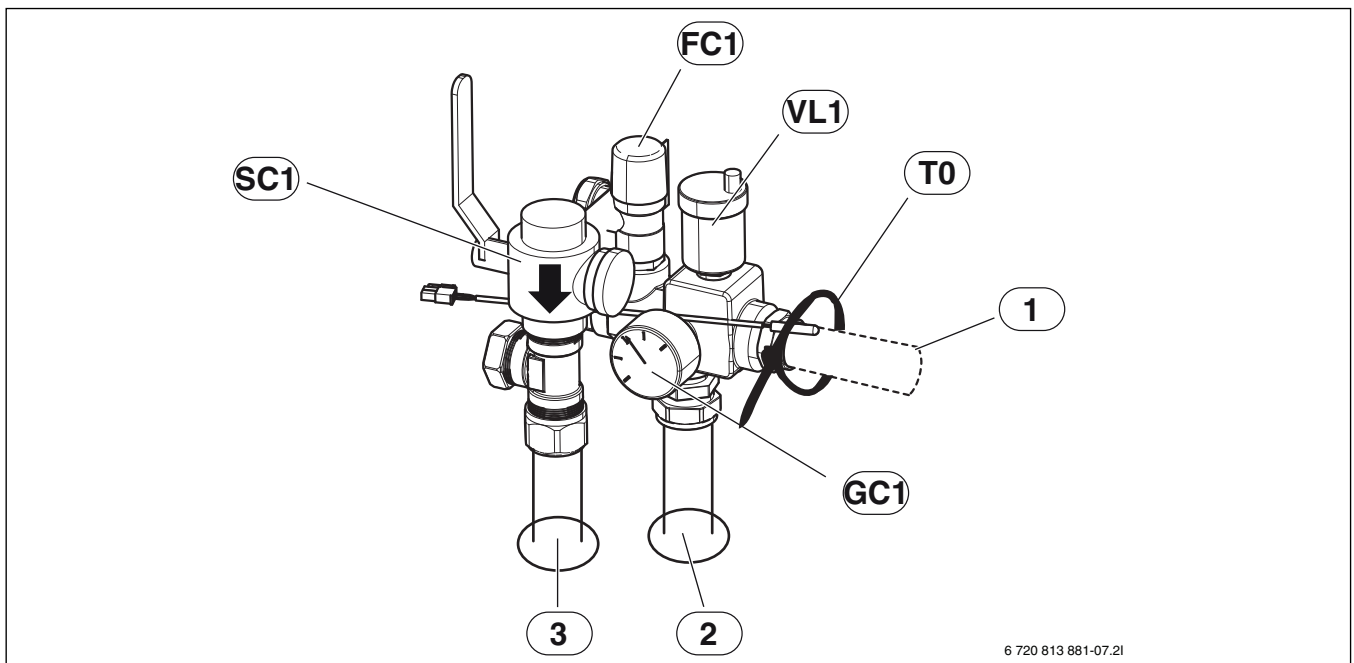

Fig. 9 Grupo de seguridad montado, sin bypass
- ▶ Montar primero el filtro de partículas ([SC1], fig. 9) en la pieza T.
- ▶ Montar sonda de la temperatura de impulsión ([T0], fig. 9) y ajustarlo con sujetacables.